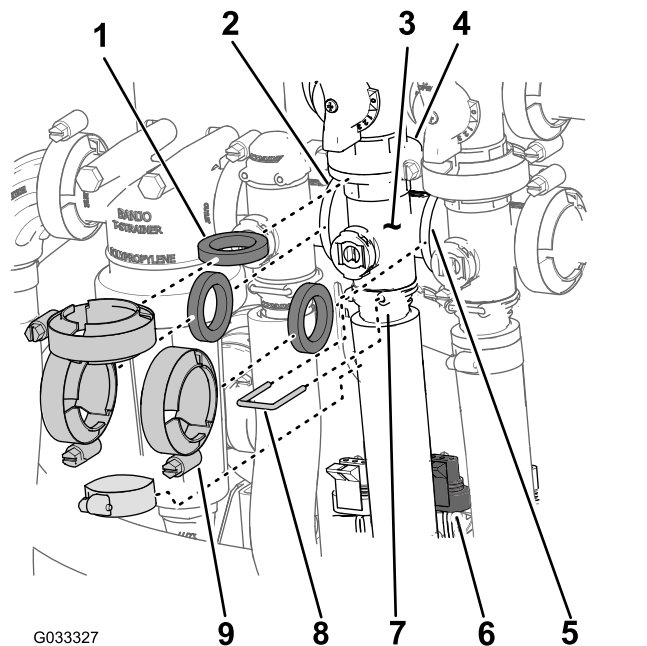

图69
1. 取下将搅拌阀歧管（图69）固定至搅拌旁通阀、喷洒率控制阀、主喷洒臂段阀以及安装座接头（搅拌节流阀）的夹具和垫片。
2. 拆下将出口接头固定至搅拌阀歧管的卡环（图69）。